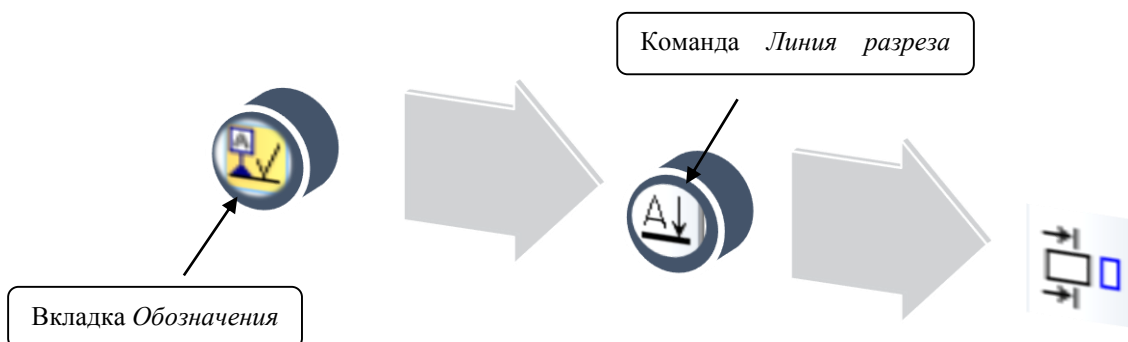

Рисунок 38 – Создание разреза
- на вкладке *Обозначения* выбрать команду *Линия разреза* и создать её на чертеже (рисунок 38);